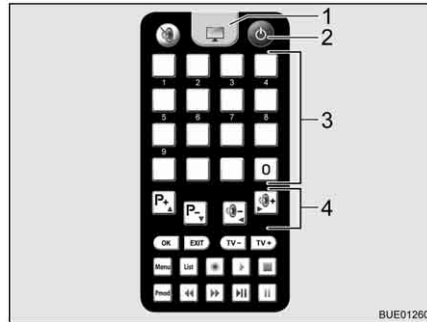

Bild 21 Fernbedienung
- Auf der Fernbedienung Taste "⏻" (Bild 21,2) drücken. Die Satellitenantenne richtet sich aus der Parkposition auf und geht in den Suchmodus. Wenn die Anlage den Satelliten gefunden hat, ertönt ein Signalton.
- Über die Speichertasten (Bild 21,3) oder die Funktionstasten (Bild 21,4) den gewünschten Sender einstellen.